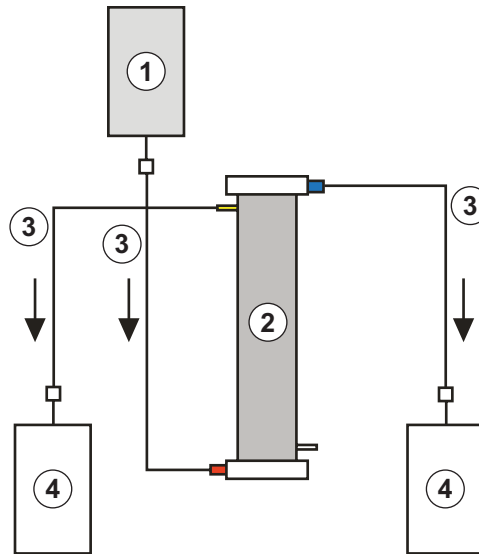

Fig. 10-8 Predisposizione per il lavaggio del plasmafiltra
Materiali: Vedere riferimenti a Fig. 10-8, soluzione di eparina 1,5 ml (5000 UI/ml)
3. Collegare le rimanenti linee di raccordo e le sacche di raccolta come mostrato in Fig. 10-8 ai lati plasma e sangue del plasmafiltra e clampare la linea sul lato plasma.